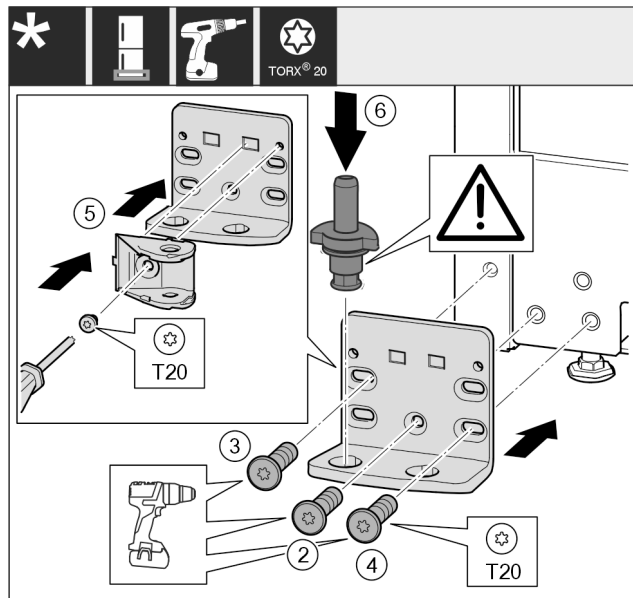

Fig. 47 *
- Ležajni podstavek namestite na drugo stran in ga po s pomočjo izvijača. Pričnite z vijakom Fig. 47 (2) spodaj na sredini.*
- Privijte vijak Fig. 47 (3) in vijak Fig. 47 (4).*
- Spoj blažilnika za zapiranje vrat Fig. 47 (5) obrnite za 180°. Privijte ležajni podstavek na drugi strani z izvijačem.*
- Vstavite ležajni sornik Fig. 47 (6) do konca. Pri tem pazite na to, da je zaskočni zapah obrnjen nazaj.*